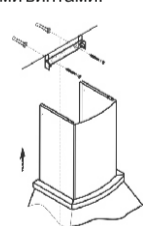

рис. 7
- сделайте отметку по верхнему краю фальштрубы и проведите горизонтальную линию рис. 7 (фальштрубу опустите внутрь вытяжки);
- приложите кронштейн к стене, как показано на рис. 7 и осевая линия кронштейна должна совпадать с осевой линией вытяжки, а верхний край с ранее проведенной горизонтальной линией;